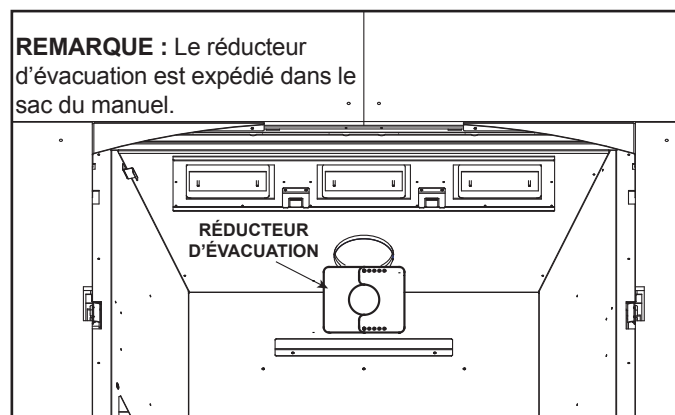

Figure 4.12 Installation d'un réducteur d'évacuation
5. Centrez les deux pièces du réducteur d'évacuation sur le conduit d'évacuation au réglage sélectionné à l'étape 3 et en fixant à l'aide des deux vis autotaraudeuses. Voir la figure 4.12.
**PVI-SLP-B :** L'ajustement du déflecteur est mesuré avec les trous de la barre indicatrice du déflecteur du PVI-SLP-B. Cette barre s'élève à mesure que le déflecteur est ouvert et s'abaisse lorsque le déflecteur est fermé. Ajustez le déflecteur en tournant la vis située dans le compartiment du moteur. Voir les figures 4.12 et 4.13.